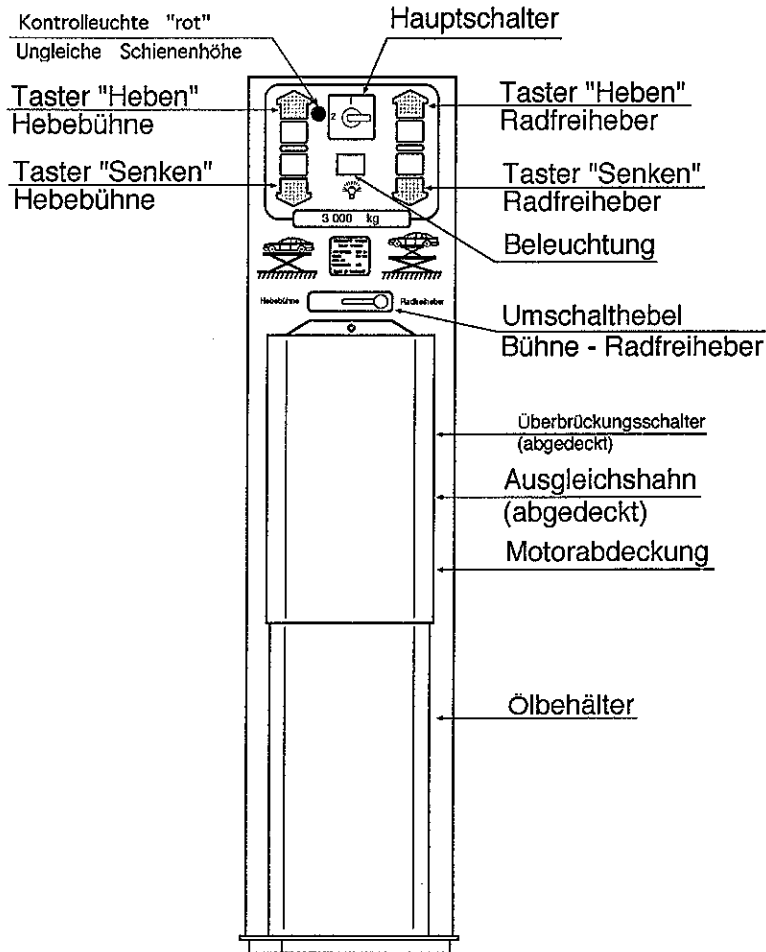
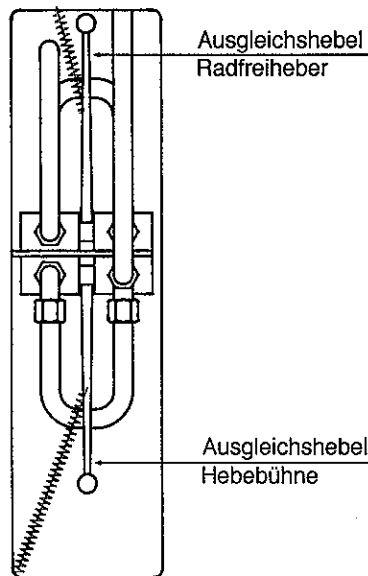

Bild 3: Bedienelemente der Bediensäule (UNI-Lift 3000 m. Rfh)
Bild 4: Lage des Ausgleichshebels bei geöffneter Abdeckung (UNI-Lift 3000 m. Rfh)
Die Bedienelemente der Bediensäule sind in **Bild 3** und **Bild 4** angegeben.
- Überbrückungsschalter, seitlich hinter der schwenkbaren Abdeckung im Aggregat drücken. (Hinter der schwenkbaren Abdeckung befindet sich oben in der Montageplatte ein messingfarbener Druckschalter (siehe **Bild 3**).
hinter der schwenkbaren Abdeckung. (Siehe **Bild 3** und **Bild 4**)
- Gleichzeitig den Überbrückungsschalter in der Bediensäule betätigen (siehe **Bild 3**).
Die Ausgleichshebel befinden sich an der rechten Seite im Bediensäulen-Gehäuse hinter der schwenkbaren Abdeckung. (Siehe **Bild 3** und **Bild 4**)